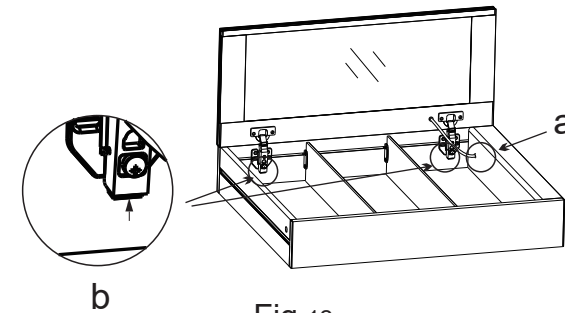

Fig.12
- 4.1.Lossa plastmuttern och dra ut kabeln (a), håll ner basen på de två gångjärnsskydden (b) och ta bort spegeldörren (bild 12).